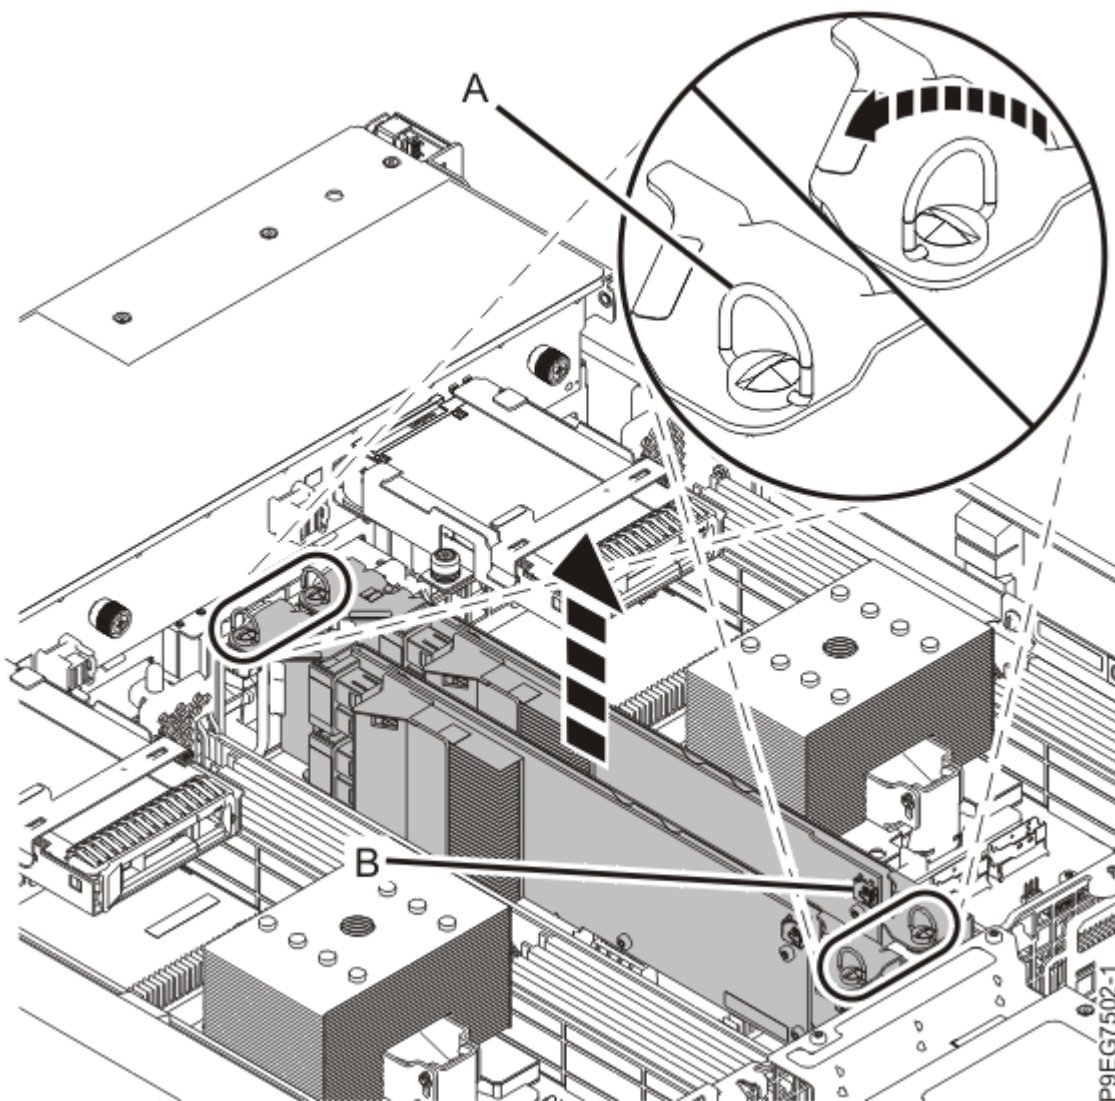

Figura 22. Extracción del adaptador SAS RAID
7. Deje el cable SAS frontal conectado a este adaptador. Gire los tornillos **(A)** en el sentido contrario a las agujas del reloj para soltar el adaptador SAS RAID. Levante el adaptador SAS RAID y el cable SAS frontal fuera de la ranura. Asegúrese de que el cable SAS frontal no se enganche en ningún componente cuando levante el adaptador SAS RAID de la ranura. Consulte la Figura 22 en la página 28.